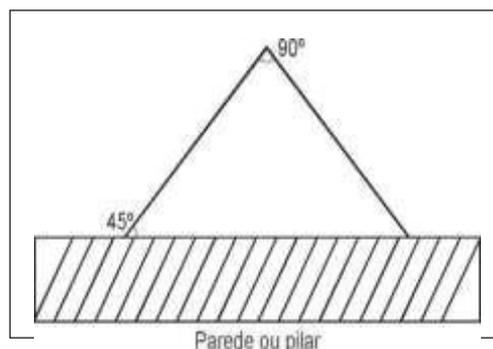

Figura 1 – Instalação de placa angular
**6.5.8** As placas utilizadas na sinalização podem ser do tipo plana ou angular; quando angular, devem seguir as especificações conforme demonstrado na Figura 1, abaixo: